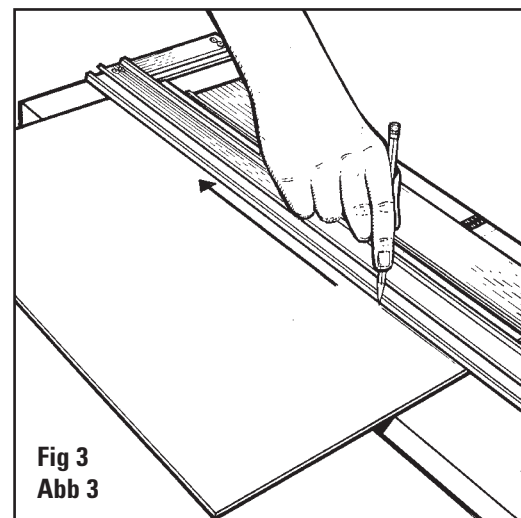

Fig 3
- En utilisant un crayon, tracer une ligne sur toute la longueur au dos de la feuille de carton, ainsi que sur les trois côtés restants (**Fig. 3**).
- Utilizando un lápiz, dibuje una línea de longitud completa del dorso de la lámina perimétrica. Repita esto para los tres lados restantes (**Fig. 3**).
- Zeichnen Sie mittels Bleistift die erste Hilfslinie über die gesamte Breite des Passepartoutkartons. Wiederholen Sie dies für die anderen drei Seiten. Abb. 3
- Con una matita, tracciare una linea lungo l'intera lunghezza della parte posteriore del cartoncino. Ripetere la procedura per i tre lati rimanenti (**Fig. 3**).